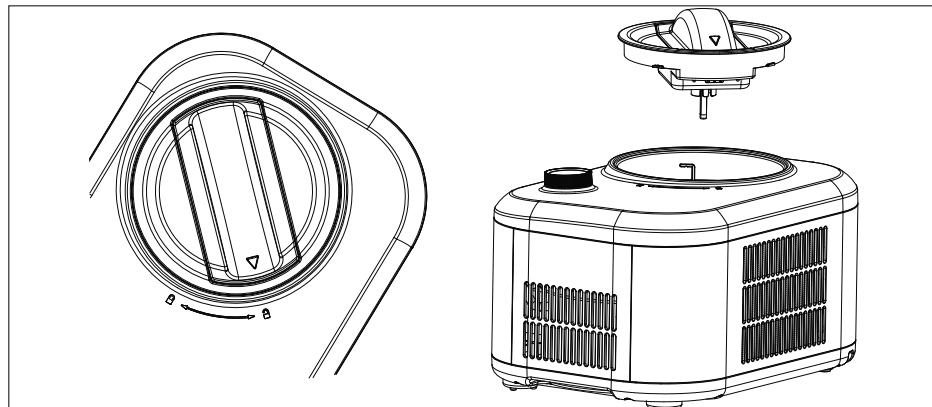

Fig. 9
- ▶ Quando il gelato è pronto, ruotare la manopola in direzione ① per spegnere l'apparecchio. Staccare la spina di alimentazione dalla presa elettrica.
- ▶ Aprire il coperchio ruotandolo in direzione ② . (vedere la fig. 9).